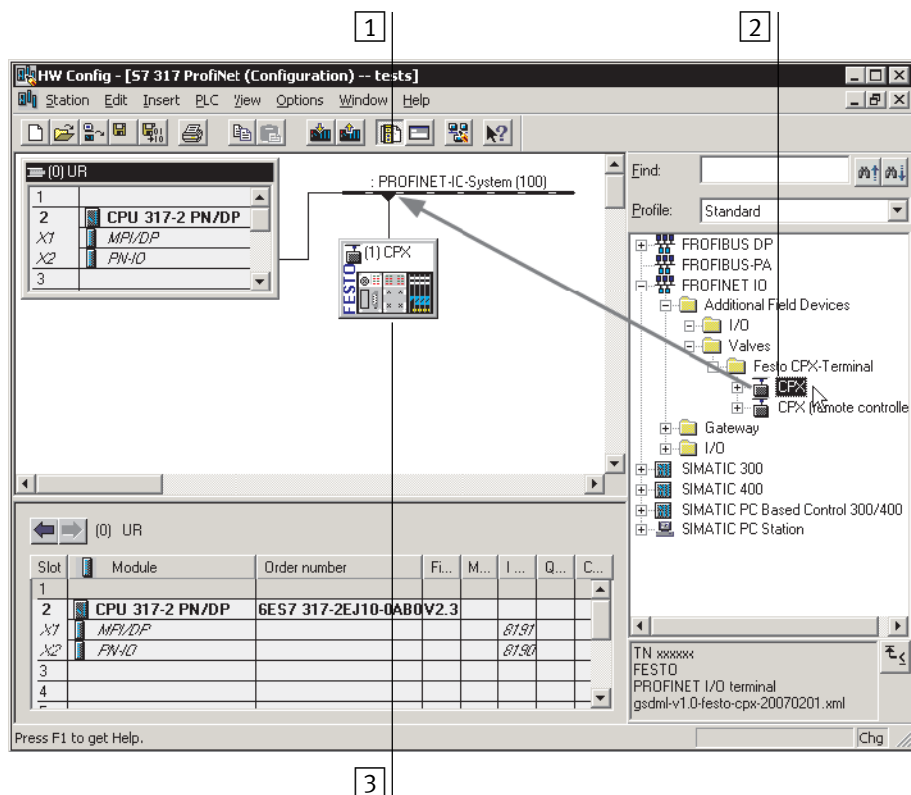

Fig. 2/2: Selezione della stazione con STEP 7 Siemens – HW Config
2. Se il catalogo hardware non è aperto: fare clic sul simbolo del catalogo ([1] in Fig. 2/2) o utilizzare la combinazione di tasti [Ctrl] + [K].